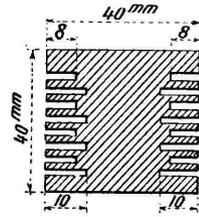

Fig. 2
b) Transformateur à couplage serré (fig. 2).
On creuse au tour dans un cylindre d'ébonite ou de buis conforme à la figure 2 4 borges de 2 mm de hauteur et de 8 mm de profondeur, alternant avec 4 gorges de 2 mm de hauteur et de 10 mm de profondeur.